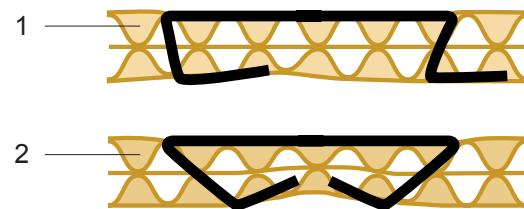

Fig. 10
Chaque pince d'agrafage est soigneusement vérifiée avant la livraison. En raison d'une utilisation peu soigneuse au cours de l'utilisation, il est possible que l'enclume doive à nouveau être ajustée. Un agrafage incorrect (Fig. 10/1) peut alors survenir.
- Effectuer un test d'agrafage dans un morceau de carton. Lorsque l'enclume est correctement ajustée, l'agrafage doit avoir la même allure que la Fig. 10/2.